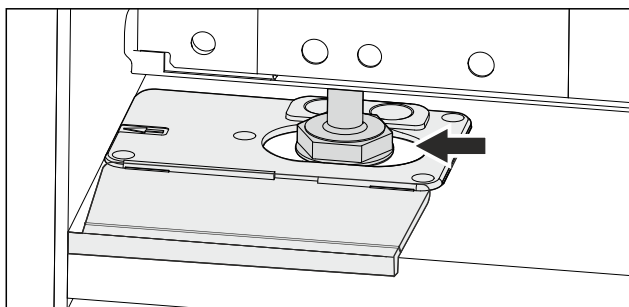

Fig. 54
- Gerät über die Stellfüße ausrichten. Fig. 54 ()